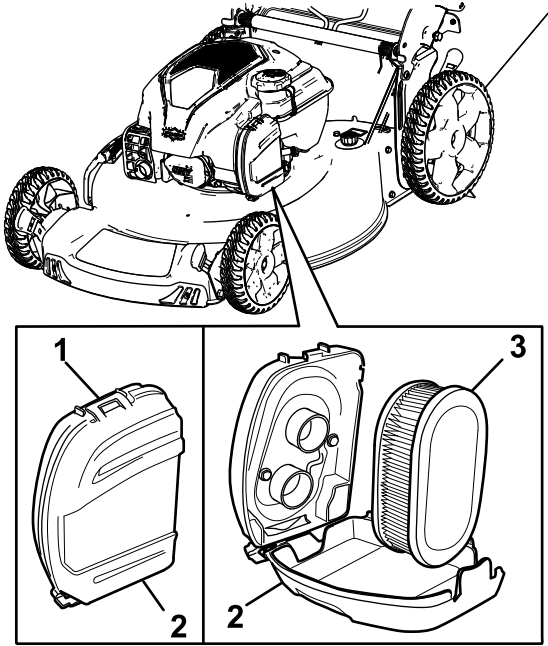

Bild 25
1. Lösen Sie das Oberteil der Luftfilterabdeckung (Bild 25).
2. Entfernen Sie den Luftfilter (Bild 25).